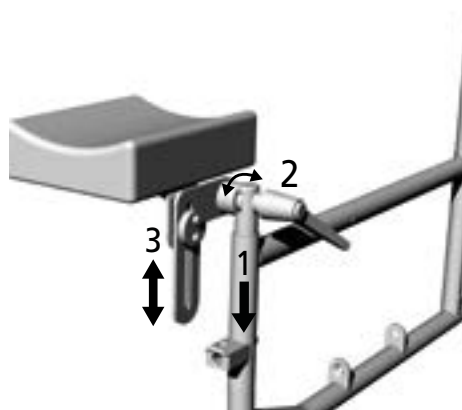

bild 38
2. Greppa amputationsstödet i vadderingen och för in det i ramröret ovanifrån (1, bild 38).
1. Lossa klämspanen motsols (2, bild 38).
1. Lossa de båda insexskruvarna (3, bild 38).